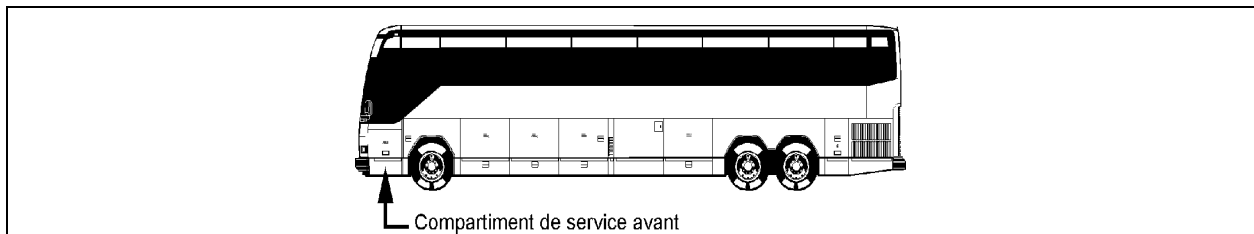
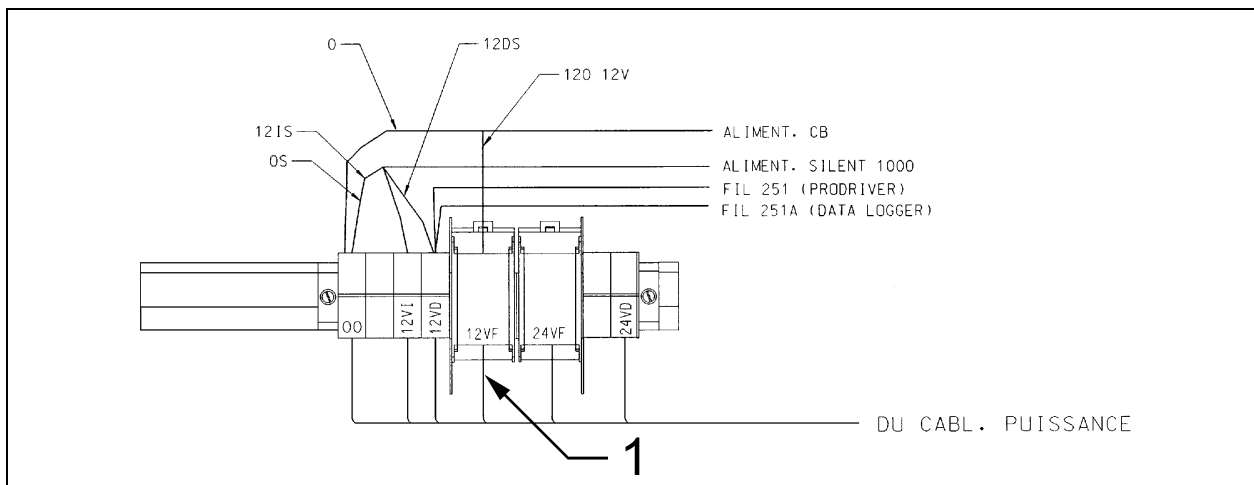

Figure 3 : Emplacement type du compartiment de service avant.
Figure 4 : Compartiment de service avant. (1) Câble à remplacer.
6. Ouvrir le compartiment de service avant (figure 3). Localiser le bloc de jonction de 12 volts. Débrancher le câble identifié par l'élément 1 de la figure 4. Couper la borne de ce câble.